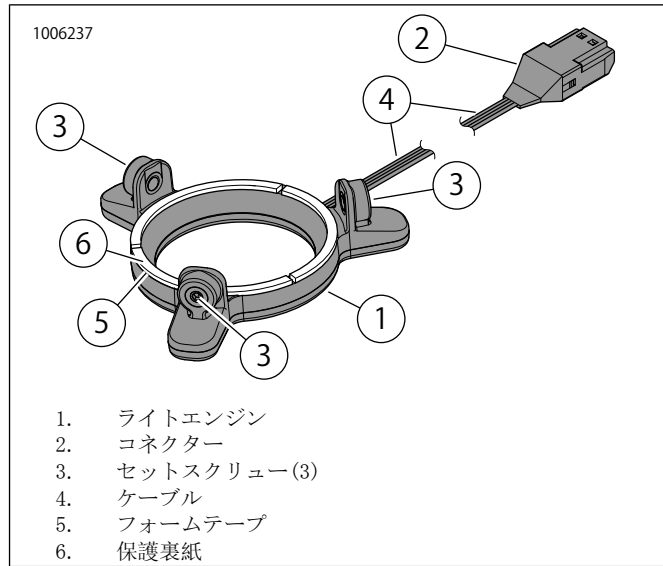

図14。LEDライト、ラウンドステージIIスピーカー
6. 図14を参照してください。ライトエンジン(1)の裏にあるフォームテープ(5)から保護裏紙(6)をはがします。